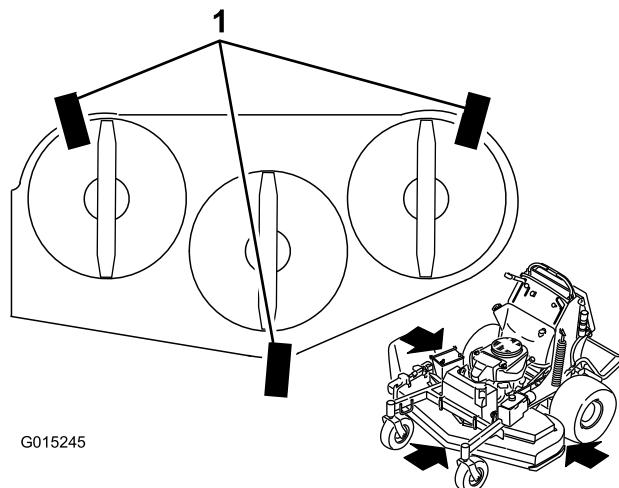

Figura 86
- Coloque tres trozos de madera de 5 cm x 10 cm debajo de la carcasa del cortacésped, según se muestra en Figura 86.